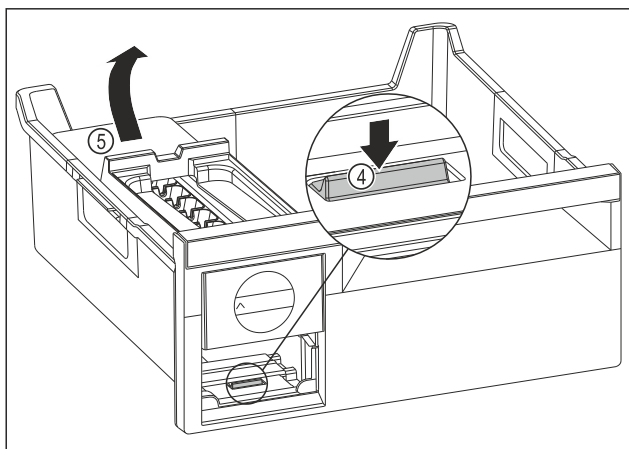

Fig. 197
- Estrarre il corpo dell'EasyTwist-Ice: Con un dito spingere la linguetta Fig. 197 (4) verso il basso e allo stesso tempo, con l'altra mano, sollevare il corpo dell' EasyTwist-Ice Fig. 197 (5) da dietro.